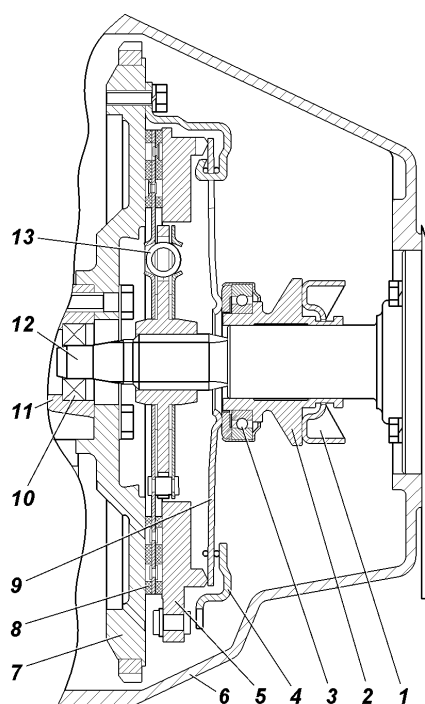

Рис. 5.2. Сцепление двигателей ЗМЗ с четырехступенчатой коробкой передач:
2. Отверните болты крепления и снимите картер 6 сцепления (см. рис. 5.2).